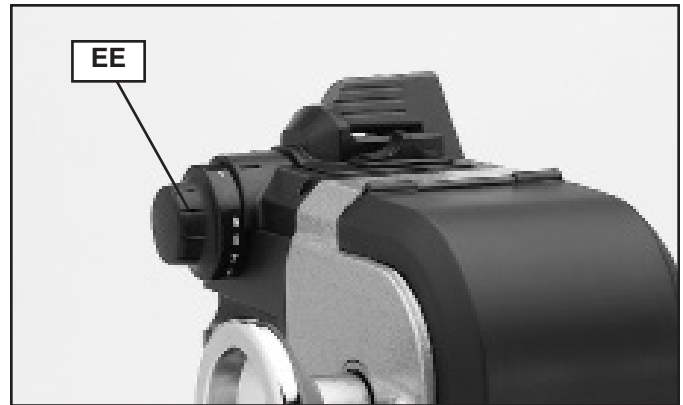

Fig. 20
Una vez que elija un rango de velocidades (tal como se describe arriba en la sección **Cambio De Poleas**), utilice la perilla de control de velocidad (EE) Fig. 20 para variar la velocidad dentro de ese rango. Si se ubica frente al torno, gire la perilla hacia adelante (hacia usted) para aumentar la velocidad, y hacia atrás (o alejándose de usted) para reducir la velocidad.